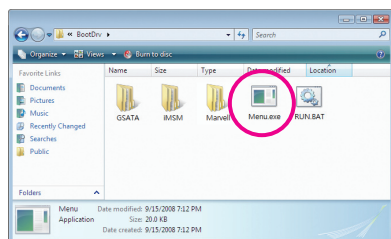
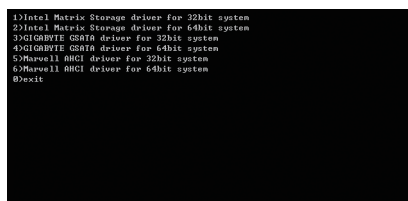

図 4
図 5
- 2: 光学ドライブフォルダから、**BootDrv**フォルダの **Menu.exe** ファイルをダブルクリックします (図 4)。図 5 のようなコマンドプロンプトウィンドウが開きます。
- 3: 空のフォーマット済みディスクを挿入します。メニューから対応する文字を押すことでコントローラドライバを選択し、<Enter>を押します。例えば、図5でメニューから、